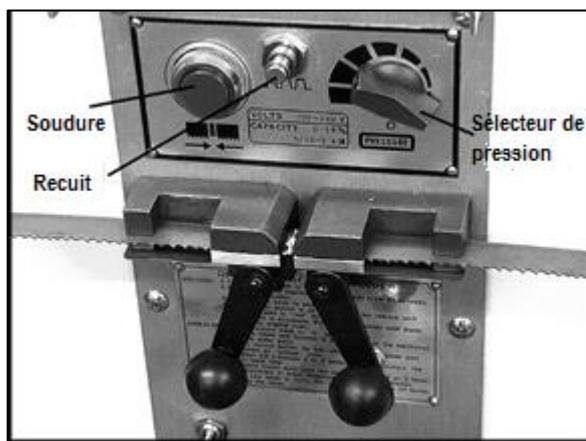

Figure 18
6. Appuyer sur le bouton de soudure et le maintenir enfoncé (Figure 18). Lorsque le bouton est enfoncé, la mâchoire gauche se déplace sur la droite pour appliquer la pression sur les extrémités de la lame. Des étincelles jailliront simultanément des extrémités de la lame pendant la soudure. Ne pas relâcher le bouton de soudure tant que la jonction de la lame n'est pas « chauffée au rouge ».
3. Appuyer et relâcher rapidement ("Jog") le bouton de recuit (Figure 18). Répéter le processus Jog jusqu'à ce qu'une lueur légèrement rouge soit visible sur la zone de soudure.